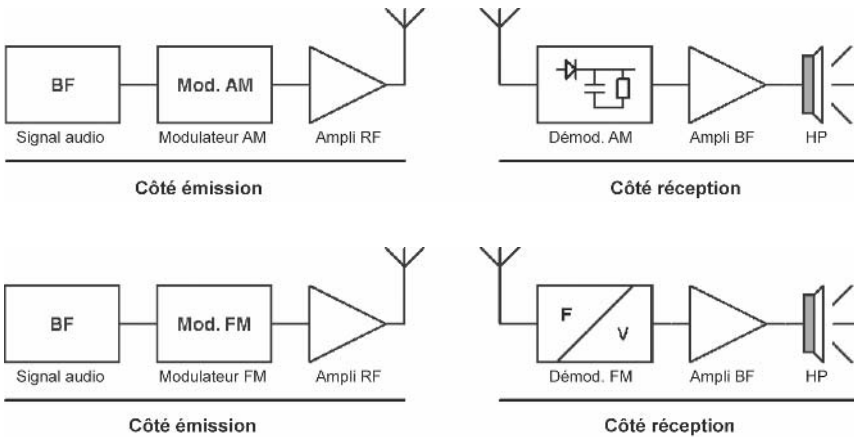

Figure 1.4.
**Tentatoo** – Vous avez compris ! Vous pouvez voir maintenant les synoptiques généraux d'une transmission en AM et en FM, du signal audio modulant (point de départ) jusqu'au haut-parleur (point d'arrivée), en **figure 1.3** pour une transmission en AM, et en **figure 1.4** pour une transmission en FM. Comme vous pouvez le constater, on retrouve des sections similaires